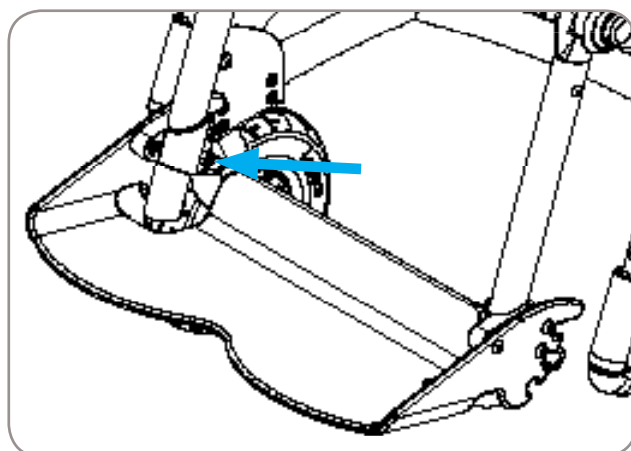

Figura 14
1. Afloje los pernos / tuercas en las abrazaderas con una llave hexagonal de 4 mm y una llave de 10 mm, 2 pernos / tuercas por lado. Referencia Figura 14.